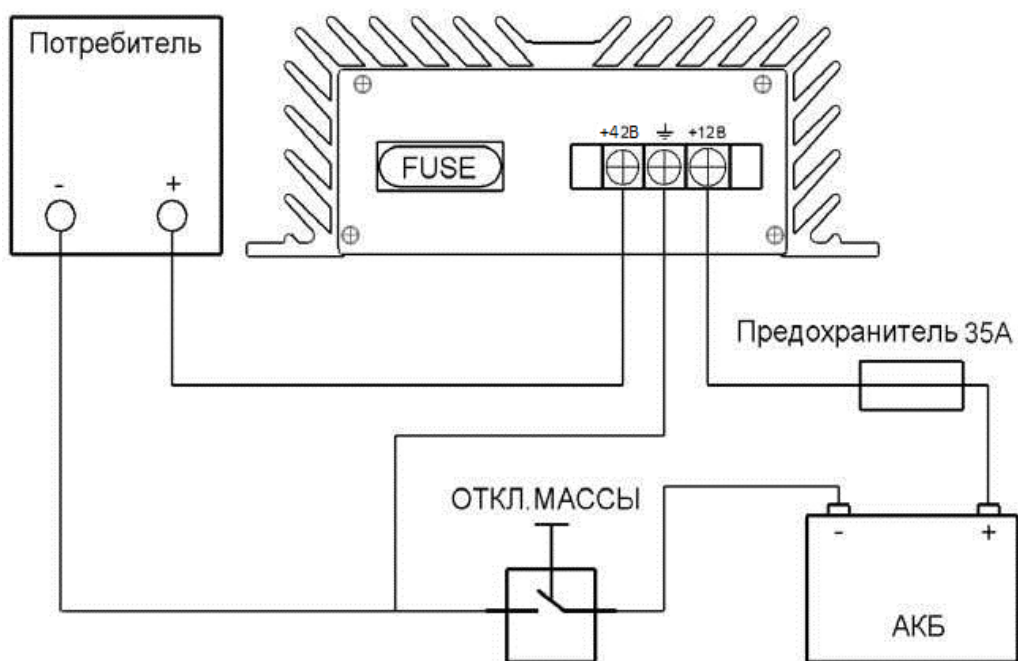

Рис. 1: Схема подключения ПН12/42-8
4.3 Подключите клемму «+12В» преобразователя к бортовой сети автомобиля через дополнительно установленный предохранитель. Номинал дополнительного предохранителя — 35А; (См. рис. 1).